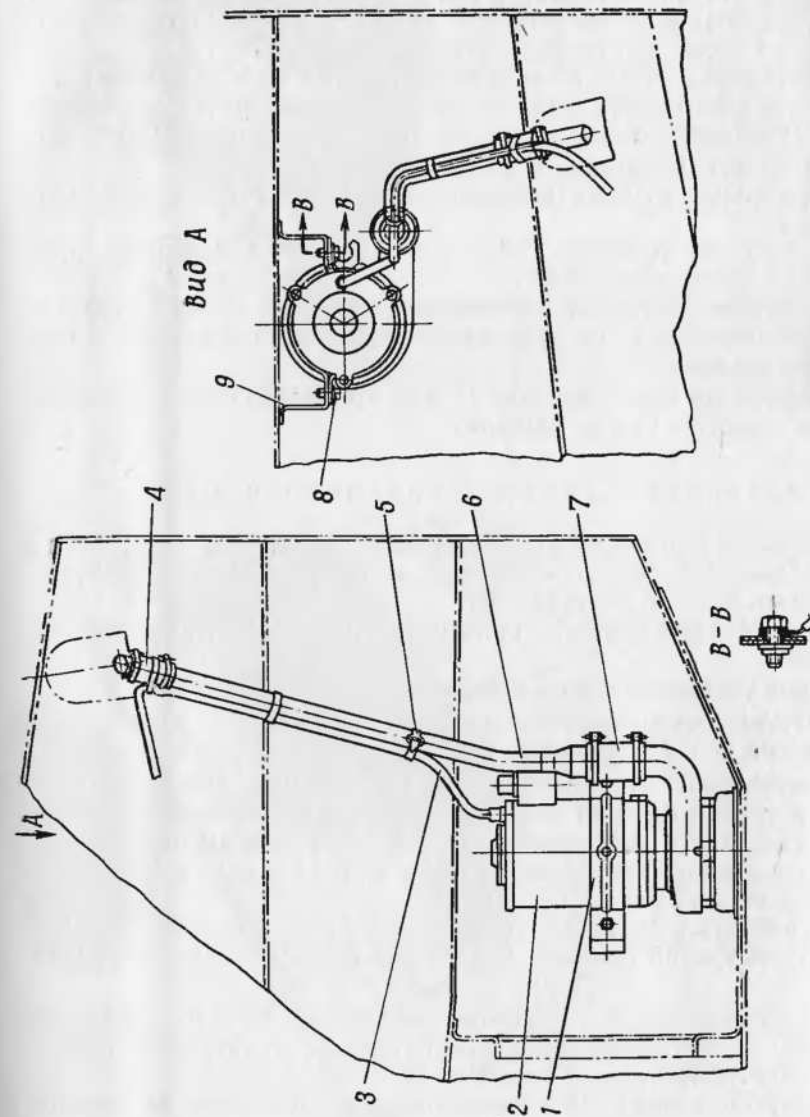

Рис. 51. Установка водооткачивающего насоса:
4. Снять пояски 5 (рис. 51) и отсоединить электропровода от выбрасывающей трубы 6.
11. Присоединить электропровода 3 (рис. 51) электродвигателя водооткачивающего насоса и закрепить накидной гайкой.